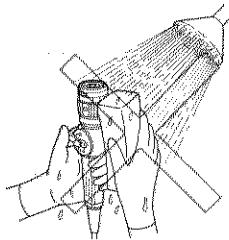

図7-2
- ・操作部にゴミなどの異物や、污水などの液体が付着した場合は、清潔な柔らかい布で拭き取り、必要に応じて水を軽く含ませた柔らかい布で清拭し、その後水を必ず拭き取ってください。(図7-2)